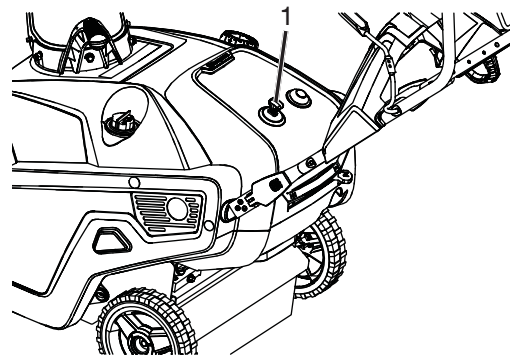

Figure 16
1. Pour arrêter le moteur, retirer la clé (Figure 16).